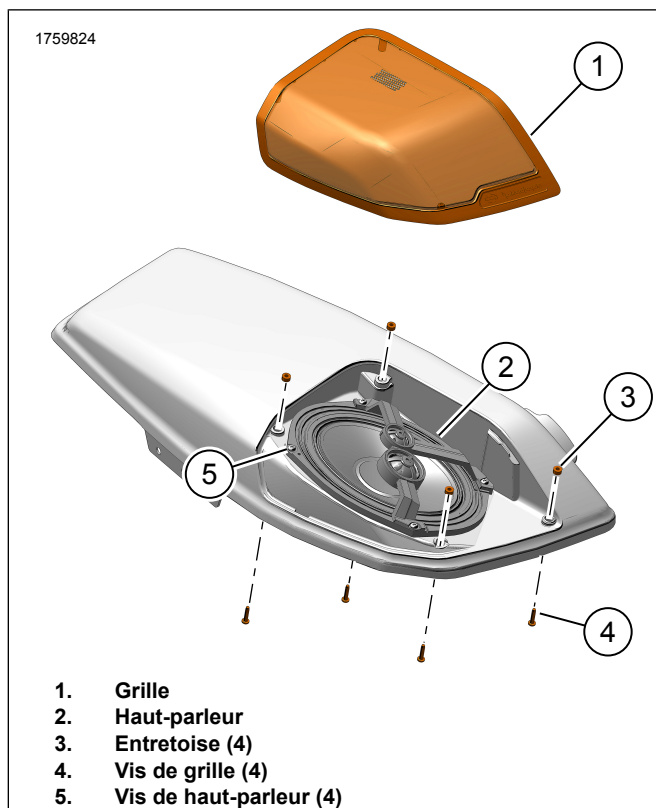

Figure 2. Haut-parleur et grille (standard)
2. Voir la figure 2. Retirer les vis de grille (4).
3. Retirer OEM la grille de haut-parleur (1).
4. Retirer les vis de haut-parleur (5).
5. Retirer OEM le haut-parleur (2) du rabat de sacoche.
- a. Voir la figure 2. Orienter le haut-parleur vers le rabat de sacoche.
2. Voir la figure 2. Installer les vis de haut-parleur (4).